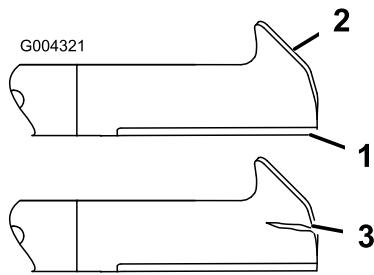

Bild 47
1. Untersuchen Sie die Schnittkanten (Bild 47). Bauen Sie, wenn die Kanten nicht scharf sind oder Kerben aufweisen, die Schnittmesser aus und schärfen Sie; siehe Schärfen der Messer.
2. Prüfen Sie die Schnittmesser, insbesondere den gebogenen Bereich (Bild 47). Montieren Sie, wenn Sie Schäden, Verschleiß oder Rillenbildung in diesem Bereich feststellen (Bild 47), sofort ein neues Schnittmesser.